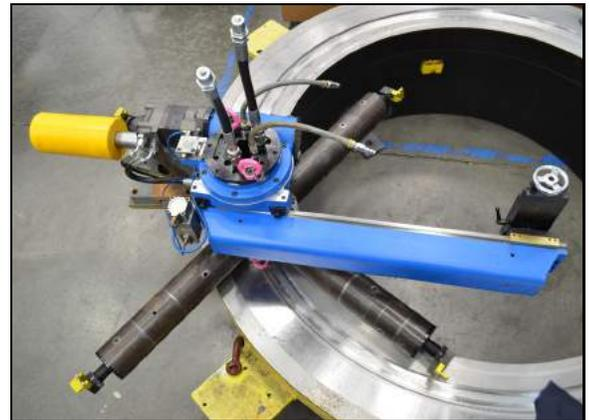

FIGURA 3-4. AJUSTE DEL BRAZO GIRATORIO
4. Ajuste el brazo giratorio y el brazo de contrapeso para corregir el diámetro (Figura 3-4). Vea los Apartados 3.9 y 3.10 para información sobre el ajuste de los brazos giratorios y de contrapeso.